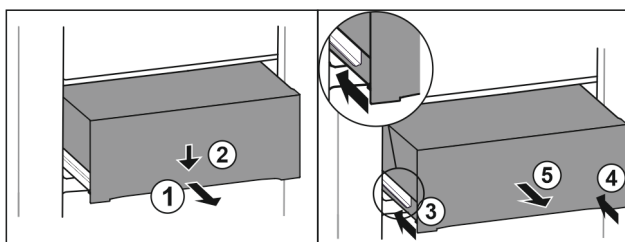

Fig. 233
- Schubfach halb herausziehen. Fig. 233 (1)
- Schubfach an der Vorderseite nach unten drücken. Fig. 233 (2)
- Linke Schiene etwa 2 cm einschieben. Fig. 233 (3)
- Rechte Schiene etwa 2 cm einschieben. Fig. 233 (4)
- Schubfach nach vorne entnehmen. Fig. 233 (5)